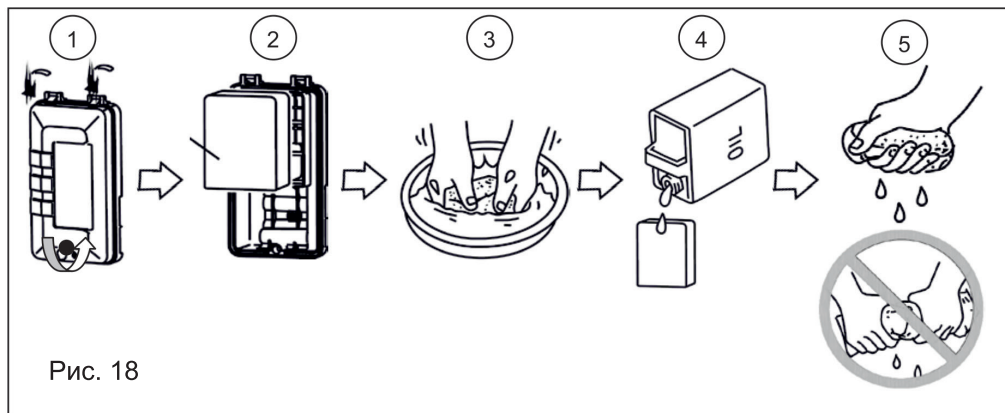

Рис. 18
1. Снимите крышку воздушного фильтра, открутив винт крепления крышки (рис. 18);